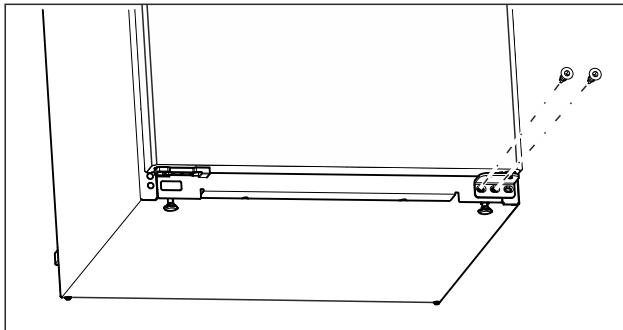

Fig. 10
► Izskrūvējiet vidējo skrūvi apakšējā gultņa balstā ar skrūvgriezi Torx 20. (skat. Fig. 10)
► Izskrūvējiet iekšējo skrūvi apakšējā gultņa balstā ar skrūvgriezi Torx 20. (skat. Fig. 10)